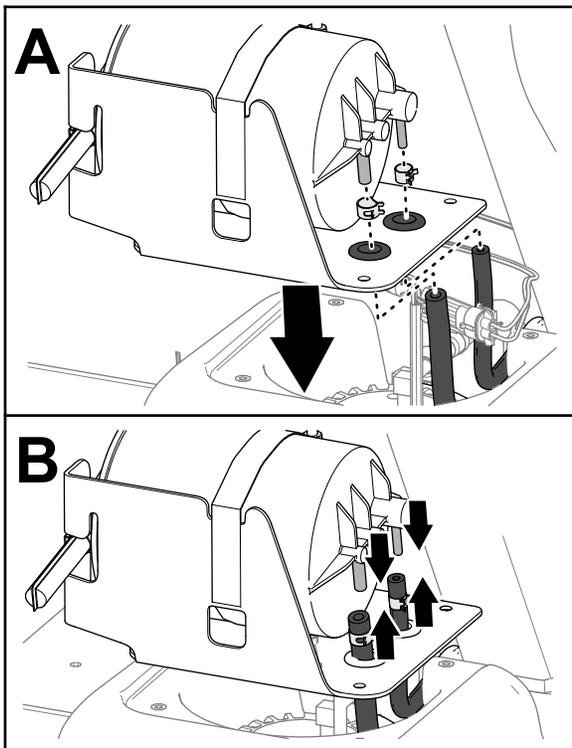

Bild 85
1. Richten Sie die Schläuche des Kraftstofftanks durch die Tüllen der Halterung für den Aktivkohlefilter aus (**Bild 85**).
2. Bringen Sie die Schlauchklemmen an den Schläuchen an (**Bild 85**).
3. Montieren Sie die Schläuche auf die Anschlussstücke des Aktivkohlefilters (**Bild 85**).